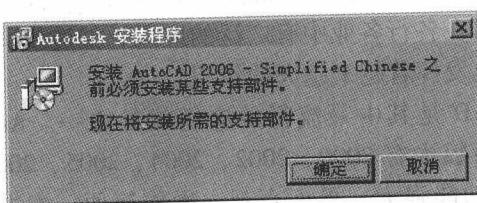

图 1-3 提示安装必需组件
3) 安装向导开始安装前要检查系统，当发现系统缺失某些必须组件时，会提示安装，如图 1-3 所示，点击“确定”按钮。